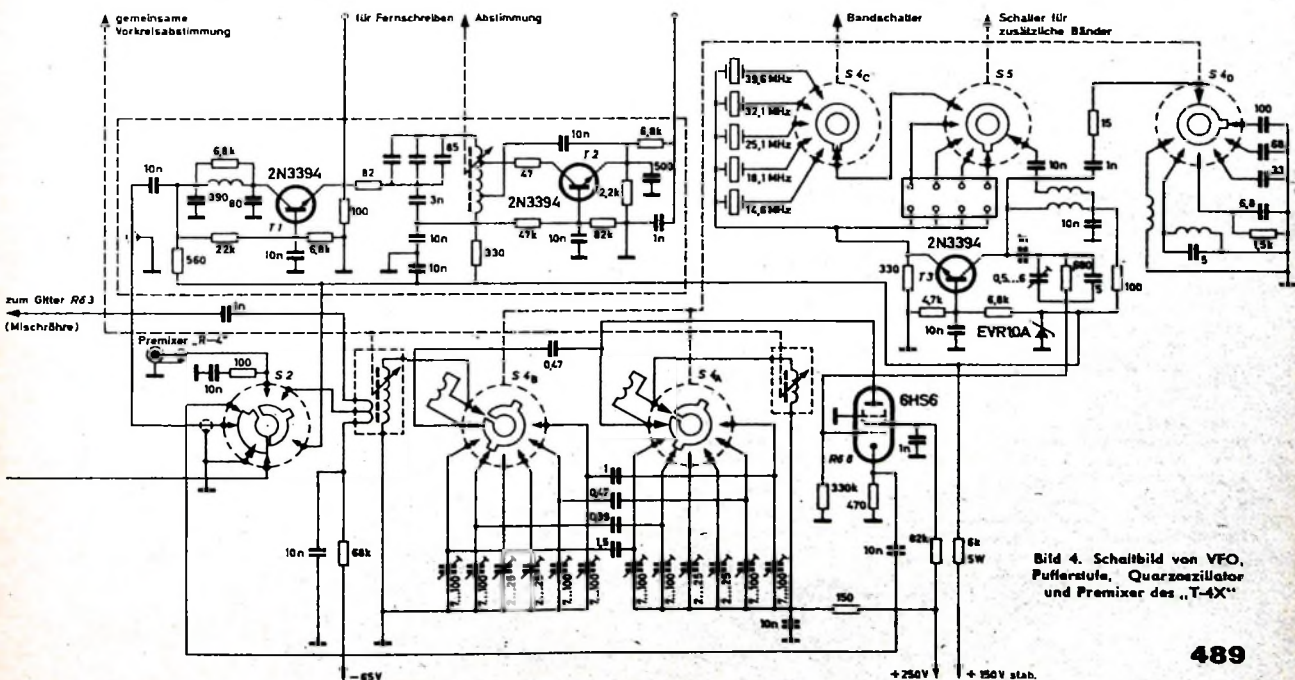

Bild 4. Schaltbild von VFO, Pufferstufe, Quarzoscillator und Premixer des „T-4X“
Die Schaltung von VFO, Pufferstufe Quarzoscillator und Premixerstufe ist als Teilbild der Gesamtschaltung im Bild 4 wiedergegeben. Der mit einem Siliziumtransistor (T 2) bestückte VFO hat induktive Abstimmung von 4955...5455 kHz und ist, um eine hohe Frequenzstabilität zu erreichen, temperaturkompensiert. Um Rückwirkungen von der folgenden Mischstufe auszuschalten, schließt sich eine transistorisierte Pufferstufe (T 1) an. Das Signal wird an deren Kollektor über ein Filter entnommen und über den Umschalter S 2 der Katode der Premixerstufe mit der Röhre 6HS6 (Rö 8) zugeführt. Zur Gewinnung der endgültigen Oszillatorfrequenz für die Umsetzung auf die einzelnen Amateurbänder führt man dem Gitter dieser Mischröhre das Signal von einem eben-
Bild 4. Zur Berechnung von d und I mit dem Nomogramm nach Bild 3. Bekannte Werte von F (Wickelraum) und S (mittlerer Umfang einer Windung) durch Linie 1 verbinden; Schnittpunkt (Zapfenpunkt) auf der gestrichelten Mittellinie mit bekanntem Wert auf der U -Leiter durch Linie 2 verbinden, Verlängerung von 2 schneidet 4. Leiter mit gesuchten Werten von d und I , die jedoch nur für blanken Draht gelten (d_{unkorr} beziehungsweise I_{unkorr}). Die Isolationsdicke δ des Drahtes läßt sich unter Zuhilfenahme des rechten Teils des Nomogramms berücksichtigen (Schritte 3, 4 und 5 oder 3 und 5), so daß sich schließlich die korrigierten Werte d_{korr} beziehungsweise I_{korr} ergeben
Zur Vereinfachung der hier dargestellten Berechnung eignet sich das Nomogramm Bild 3, das bei vorgegebenem U , S und F gemäß Bild 4 benutzt wird und die gesuchten Werte von d und I liefert. Ist dagegen die Stromstärke I festgelegt (zum Beispiel wenn die Spule im Anodenkreis einer Röhre liegt), dann kann man mit dem Nomogramm aus I , F und S den Spannungsabfall an der Spule bestimmen. Schließlich können auch bei bekanntem U und I die geometrischen Daten des benötigten Wickelkörpers erhalten werden.
Wegen der einleitend erwähnten Unsicherheit der Berechnung infolge verschiedener Dicke δ der Lackschichten ist die 4. Leiter (d und I) des Nomogramms (linke Seite im Bild 3) zunächst für blanken Cu-Draht berechnet, wobei in Gl. (6) für A nur A_1 eingesetzt wurde. Das aus Gl. (6) erhaltene d muß nun noch mit $\sqrt{A_2} = d/d_1$ multipliziert werden. Grafsch wird dies erreicht, indem das Kurvenfeld $d/d_1 = f(\delta)$ (rechte Seite im Bild 3) gemäß Bild 4 benutzt wird, um vom unkorrigierten d und dem bekannten δ zum korrigierten d des isolierten Drahtes zu kommen. Hierbei ist δ keineswegs für alle Drahtdicken gleich, sondern wächst mit steigendem Durchmesser (vgl. Messungen und Herstellerangaben). Ist nichts Näheres über δ bekannt, so kann für Cu-L-Drähte der schraffierte Bereich im Bild 3 ersatzweise als Wendepunkt verwendet werden.